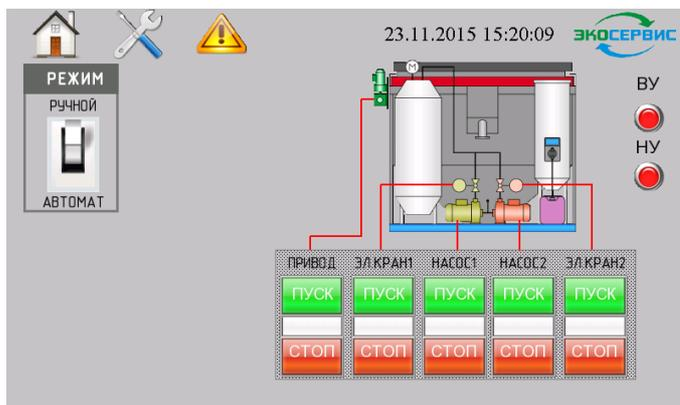

Рис.7.2. Экран рабочего режима
7.4. Для перехода в режим управления необходимо нажать кнопку «Дом», при этом на дисплее панели отобразится «экран рабочего режима» (рис.7.2.), установка перейдет в ручной режим работы.